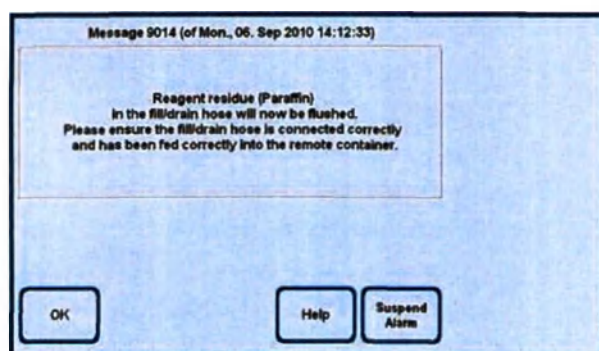

Рис. 172
- Когда выбранная станция наполнится реактивом, появится сообщение (рис. 172), в котором говорится, что шланг для бесконтактного заполнения/опорожнения продувается воздухом.